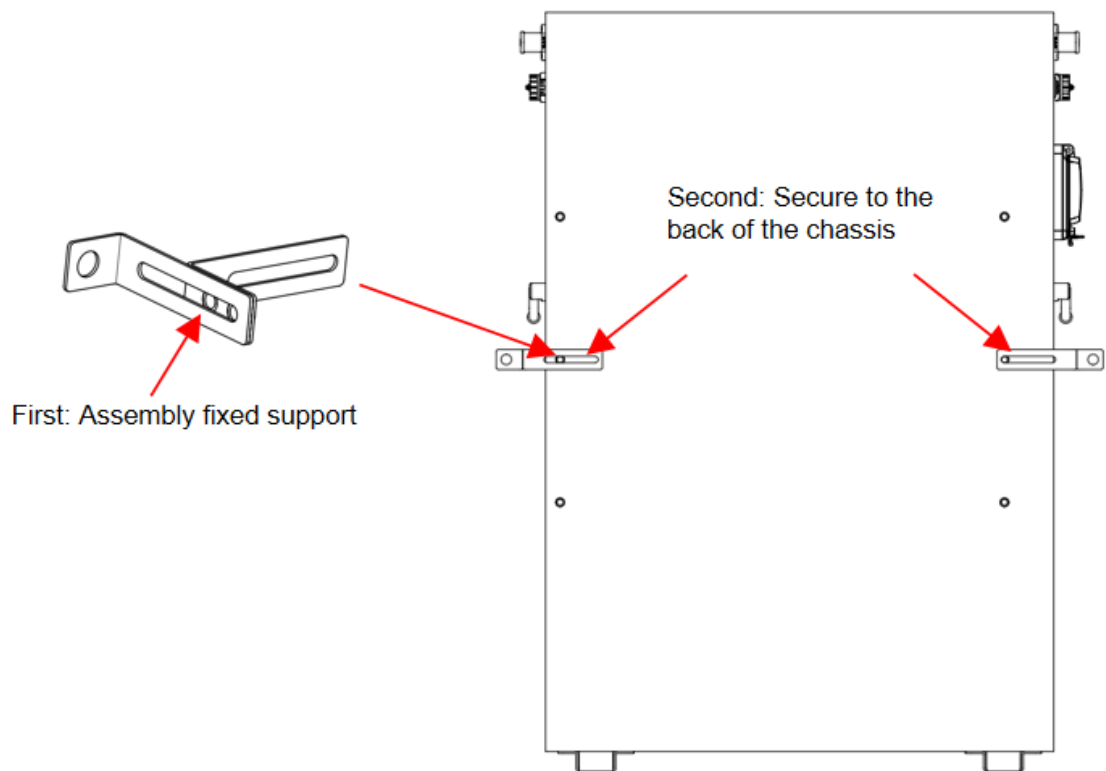

Abbildung 5-4
a) Mit den 4 Schrauben M6*12 können Sie die linken und rechten Halteösen an der Batterierückseite befestigen. Der Abstand zwischen den beiden Halterungen liegt zwischen 563 und 589 mm und kann um etwa 26 mm verschoben werden wie in Abbildung 5-4 dargestellt.